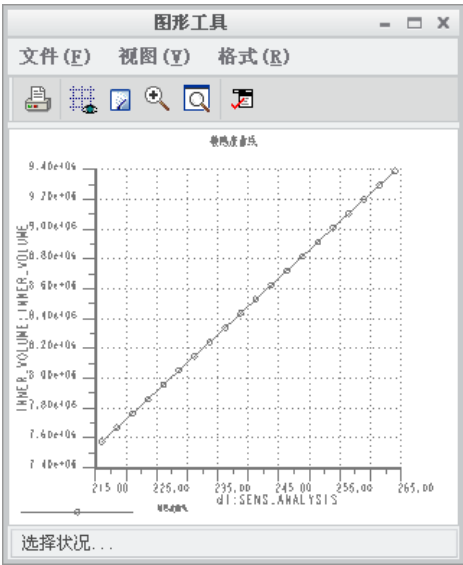

图 15.3.7 灵敏度曲线图
- (1) 单击 **计算** 按钮，此时系统显示图 15.3.7 所示的灵敏度曲线图。
- (2) 单击 **关闭** 按钮。